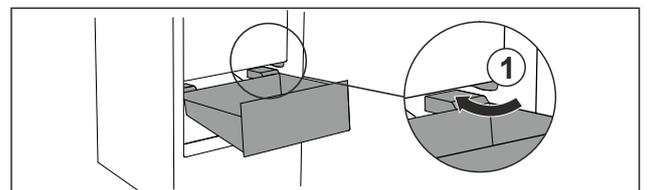

Fig. 72
- ▶ Schubfach schräg um die Stopper Fig. 72 (1) herumführen.